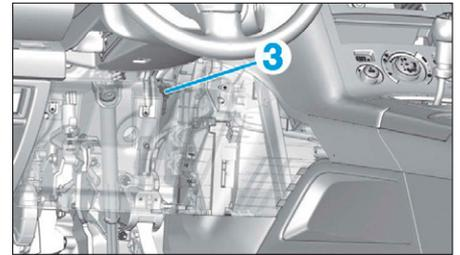

FIG. 45
- Tourner la sonde (3) d'un quart de tour (Fig.45).